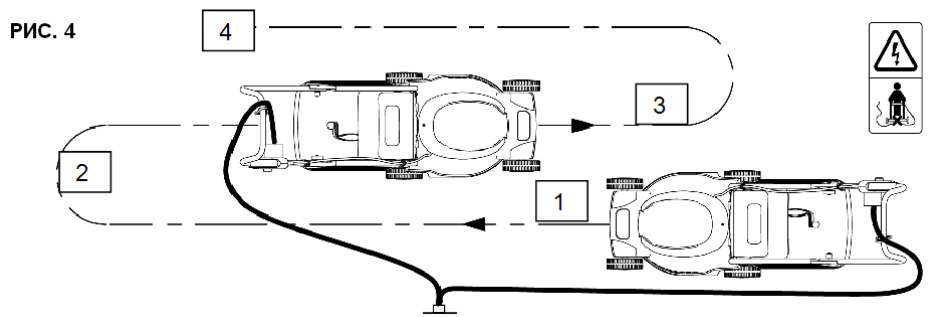

РИС. 4
ДВИЖЕНИЕ (Рис.4)
- Далее действуйте так, как показано на рис. 4